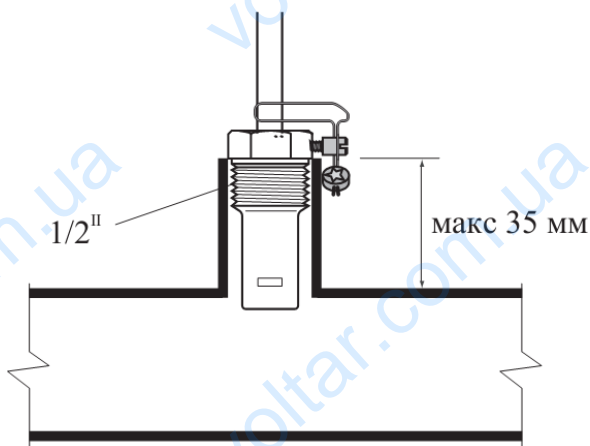

Рисунок 12 – Установка датчика клапана безопасности
4. На расстоянии не больше 0,5м от выхода отопительной воды из котла подготовить внешний выход (см. рис.12) с внутренней резьбой и в нее установить датчик температуры отопительной воды из клапана безопасности Caleffi 544 (см. рис.7, поз. 4).